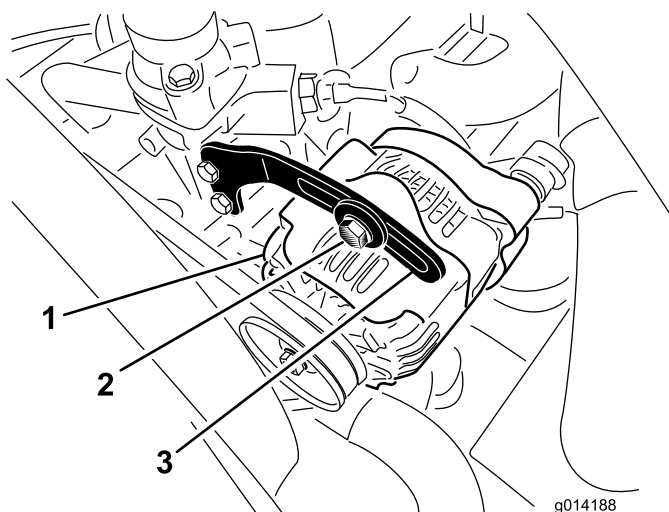

Figura 43
- Compruebe la tensión de la correa del alternador flexionándola (Figura 43) en el punto intermedio entre las poleas del alternador y del cigüeñal con una fuerza de 10 kg (22 libras).
- Afloje el perno que sujeta el tirante al alternador (Figura 43), y el perno de pivote del alternador.